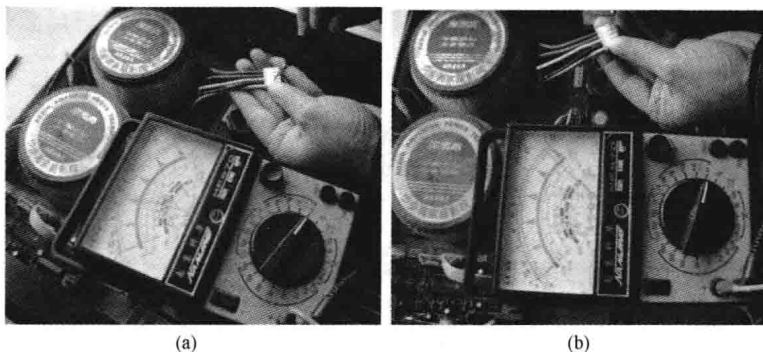

图 3-46 检测变压器
2) 检测变压器有无故障。利用万用表测量电阻的方法检测变压器绕组的好坏, 将万用表的转换开关置于电阻挡的 $R \times 1$, 如图 3-46 所示。